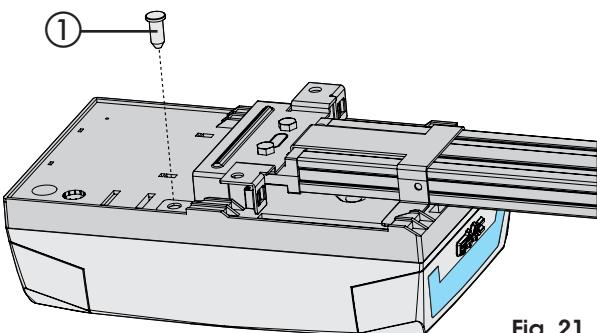
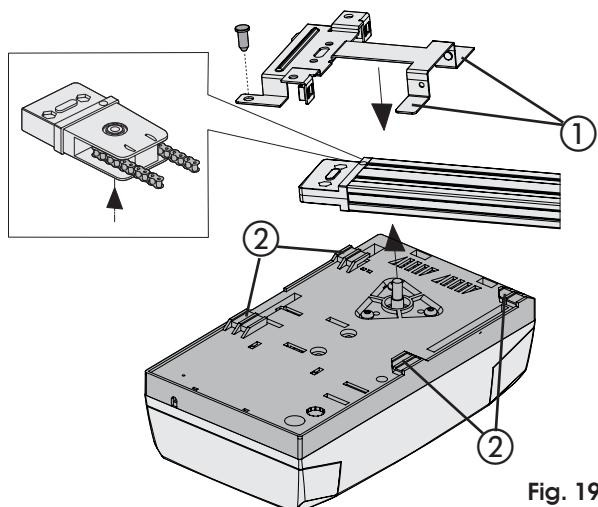
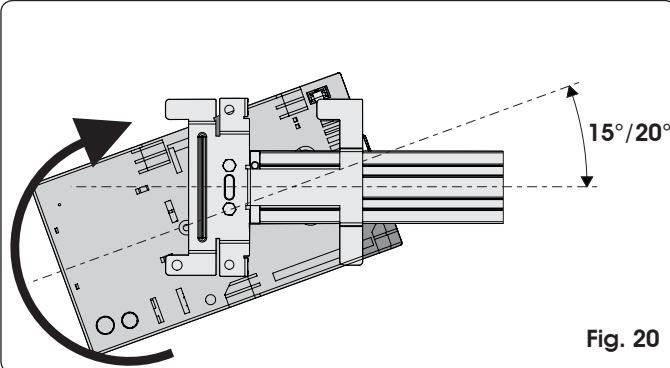

Fig. 21
Fig. 19
Fig. 20
- 1) Manteniendo inclinado 15°/20° el operador (Fig. 20), introduzca el eje del motorreductor en el acoplamiento presente en el empalme posterior de la guía de deslizamiento y acerque las aletas (Fig. 19 ref. ①) a los alojamientos situados en el fondo de la base del operador (Fig. 19 ref. ②).
- 2) Gire el operador en el sentido indicado en la Fig. 20 hasta la posición mostrada en la Fig. 21 de modo que la chaveta se introduzca en el orificio del empalme posterior (Fig.21 ref. ①).